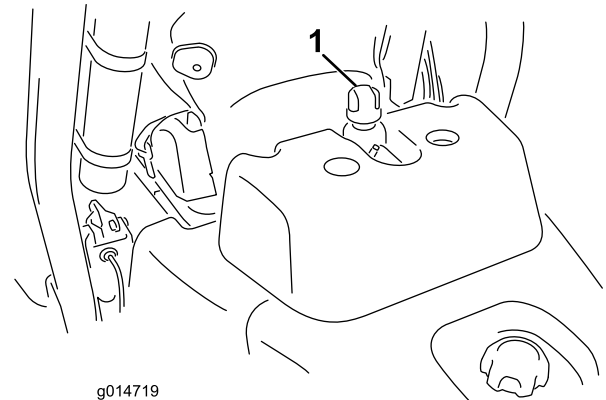

Figura 32
2. Retire a tampa do reservatório (Figura 32).